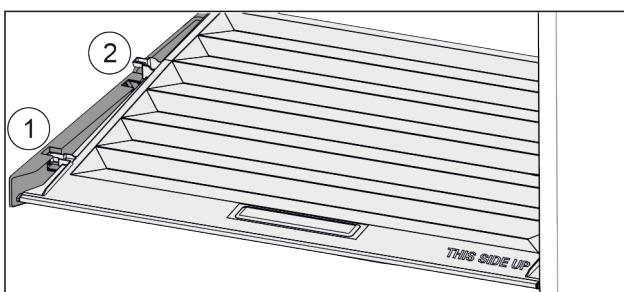

Fig. 38
- ▶ Кришку до отвору в деталях для підтримки потягнути вперед Fig. 38 (1).
- ▶ Підняти ззаду знізу та вийняти Fig. 38 (2) вгору.